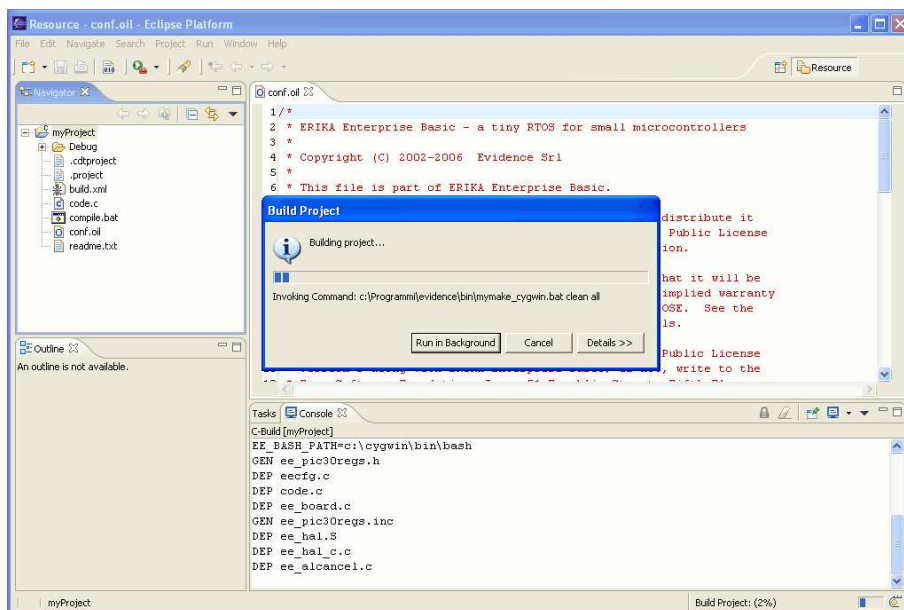

Figura 4.5: Il processo di compilazione.
6. A questo punto, il processo di compilazione parte come visualizzato in Figura 4.5.